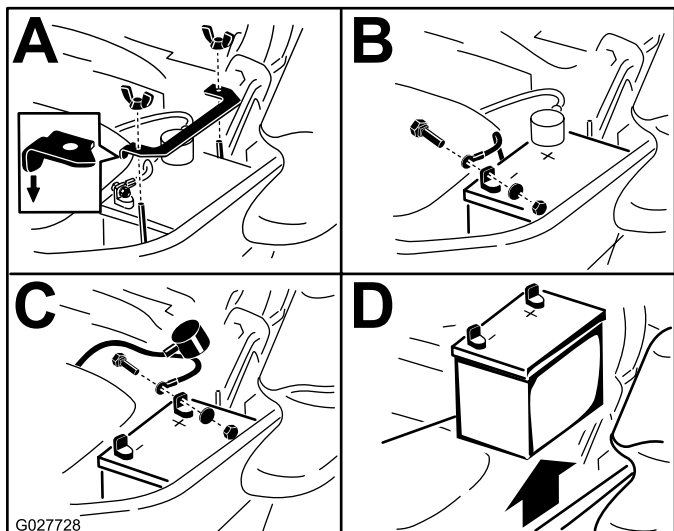

Figure 66
3. Retirez la batterie, comme montré à la Figure 66.
Remarque: Placez la batterie dans son support en tournant les bornes à l'opposé du réservoir hydraulique (Figure 66).